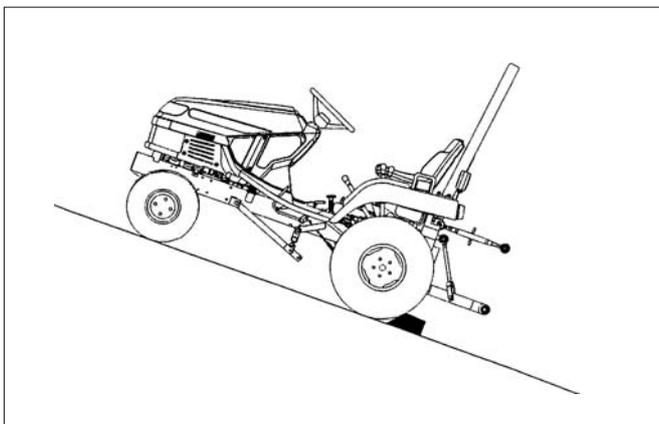

FIG. 35
**FIG. 35** : Stationnez toujours le tracteur sur une surface de niveau, partout où c'est possible. Si un stationnement en pente est nécessaire, calez les deux roues arrière comme illustré.